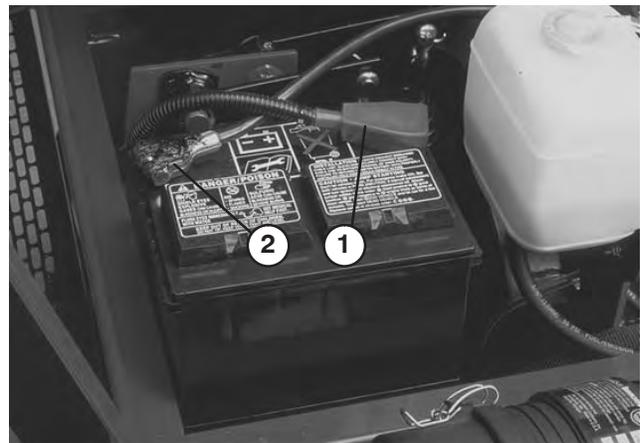

Bild 2
2. Stellen Sie sicher, dass die Batterie gut befestigt ist und prüfen Sie die Batterieladung mit einem Hydrometer. Wenn die Batterie aufgeladen werden muss, muss mindestens ein Batteriekabel (am besten das Pluskabel (+) von der Batterie abgeschlossen sein, bevor Sie das Ladegerät anschließen (Bild 2).
3. Schieben Sie das rote Pluskabel der Batterie auf den positiven Batteriepol und ziehen Sie die Mutter an (Bild 2).
4. Falls das Kabel abgeschlossen wurde, schieben Sie das schwarze Minuskabel der Batterie auf den negativen Batteriepol und ziehen Sie die Mutter an (Bild 2).